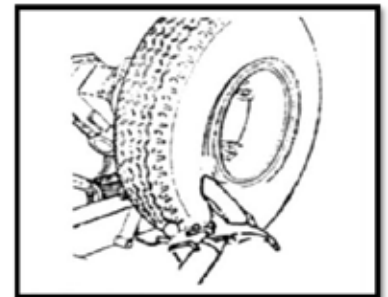

Рис. 21
- (1) Зафиксируйте колесо на зажимном устройстве, как описано выше. Убедитесь в том, что оно спущено.
- (2) Опустите инструментальную консоль в рабочее положение до тех пор.
- (3) Установите диск для отрыва борта рядом с ободом (рис. 21).
- (4) Вращайте колесо, одновременно переместите диск несколько вперед по контуру обода, чтобы полностью снять один из бортов шины. Замечание: смажьте поверхности специальной смазкой.